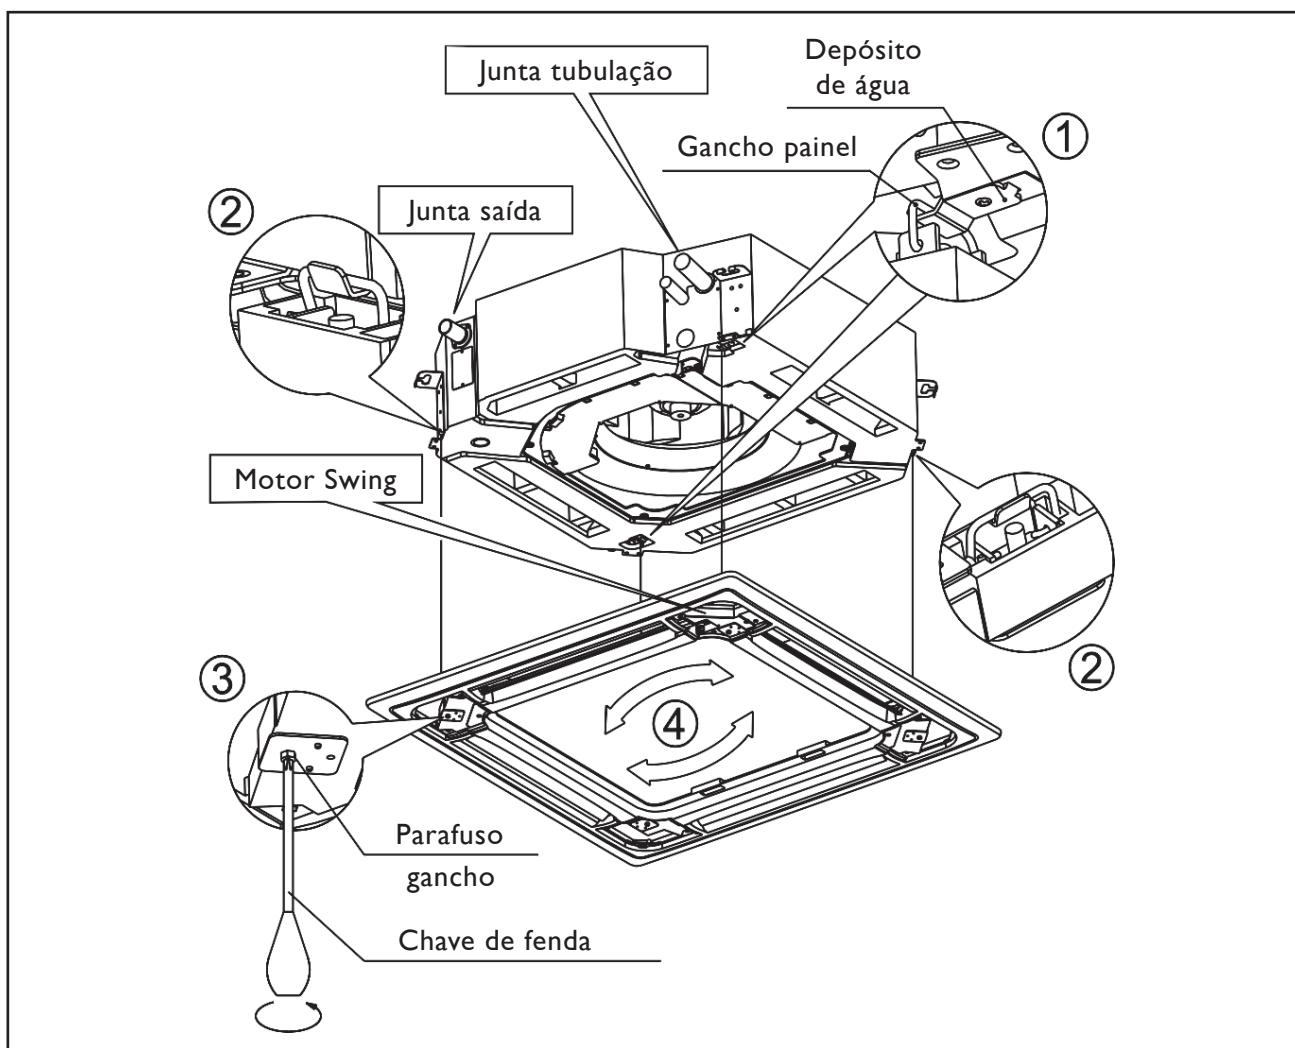

FIG. 17
- c) Alinhar o motor do Swing (oscilar) adequadamente no painel com as juntas de tubulação. Fig. 17.
- d) Encaixe os quatro ganchos, do painel de instalação no corpo principal. Ver Fig. 17 - Detalhe 1 e 2.